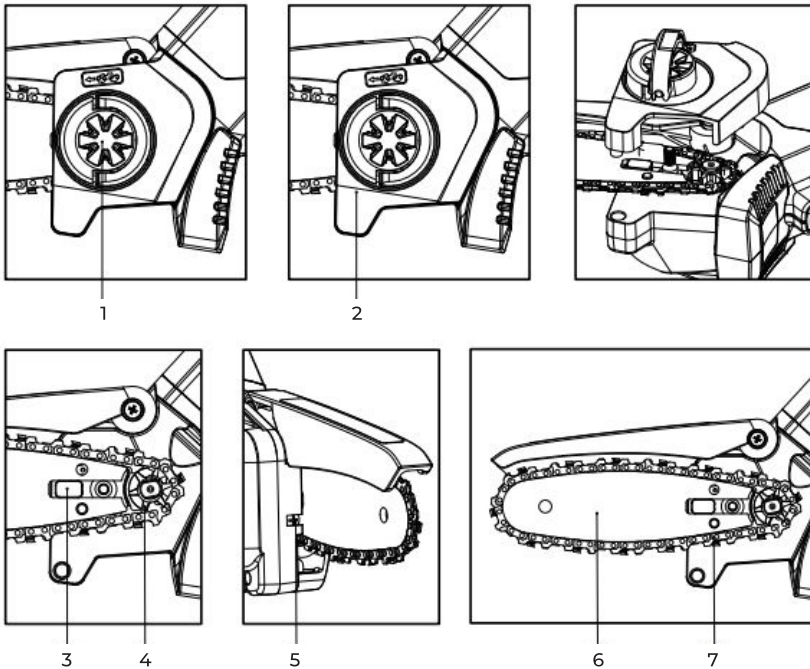

Рис. 4
- Открутите фиксатор крышки (рис. 4 поз. 1) и снимите крышку звездочки (рис. 4 поз. 2).
- Установите пильную цепь (рис. 4 поз. 7) в паз шины (рис. 4 поз. 6) и установите шину на направляющую системы натяжки цепи, учитывая направление вращения цепи.
- Установите цепь на звездочку (рис. 4 поз. 4).
- Для натяжения пильной цепи используйте винт-регулятор натяжки пильной цепи (рис. 4 поз. 5)